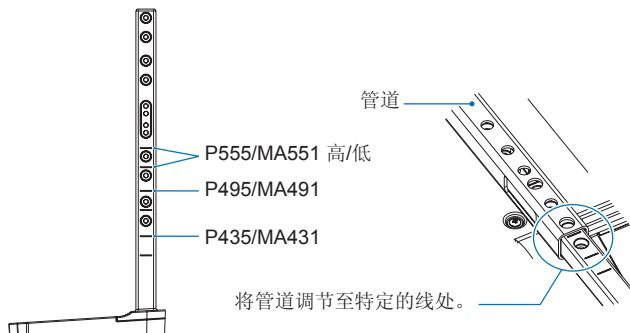

图 1
1. 支架杆上的线是高度调节指示器 (图 1)。请将管道调节至特定的线处。